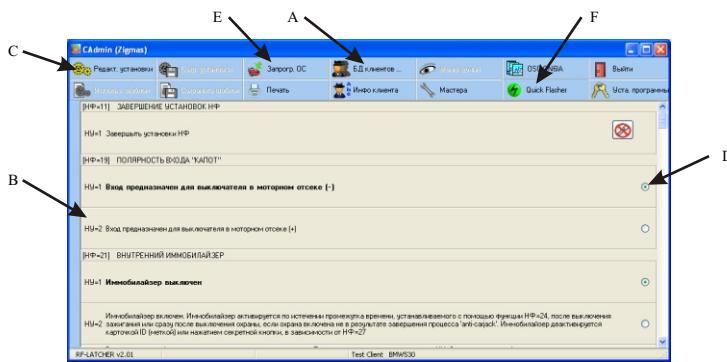
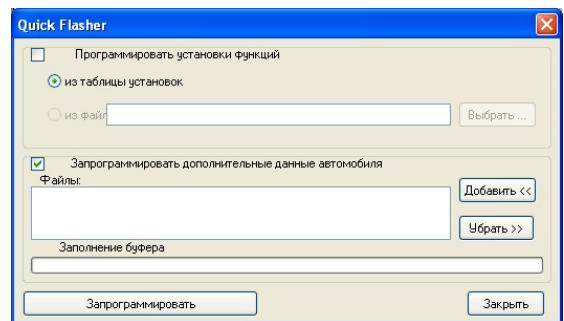

Рис. 9. «CAdmin». Okno установок.
Рис. 10. «CAdmin». «Quick Flasher».
- f) щелкните иконку «БД клиентов» (см. рис. 9-A);
- i) двойным щелчком на заново созданной записи клиента откройте таблицу с начальными заводскими установками системы тревожной сигнализации (см. рис. 9-B);
- k) для изменения установок щелкните иконку «Редакт. установки» (см. рис. 9-C) и в показываемом списке опций выберите желаемые установки (щелкните кружки выбора). Отмеченный кружок значит выбранную установку (см. рис. 9-D);
- l) когда сделаны все изменения еще раз щелкните иконку «Редакт. установки» – выключится возможность изменения установок, щелкните иконку «Запрogr. ОС» (см. рис. 9-E) – будет начата процедура обновления установок системы тревожной сигнализации;
- m) для обновления базы данных системы тревожной сигнализации данными новых автомобилей щелкните иконку «Quick Flasher» (см. рис. 9-F), щелкнув иконку «Добавить» выберите файл данных CAN-шины конкретного автомобиля (см. рис. 10) и щелкнув кнопку «Запрограммировать» загрузите этот файл в систему тревожной сигнализации;